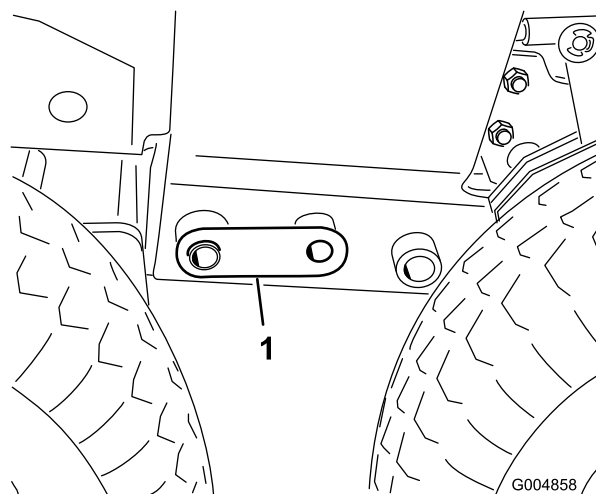

Figure 38
7. Positionnez le cric dans l'alignement des trous de 1 po. dans le châssis et montez une goupille d'accouplement de chaque côté (Figure 38).